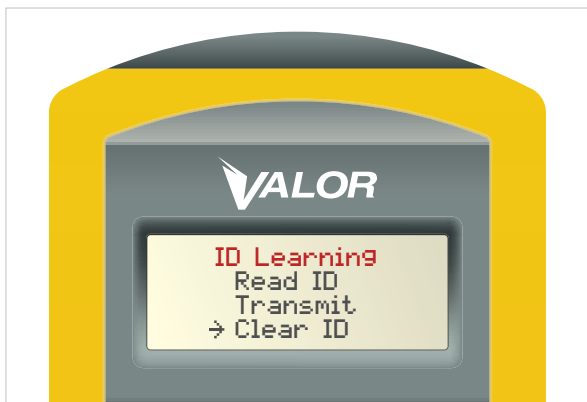

Figure 17
2. Pendant que vous maintenez le Smartool directement sur l'émetteur-récepteur CANbus, appuyez sur la touche Échap pour revenir au menu ID Learning (apprentissage de l'ID) (Figure 17).